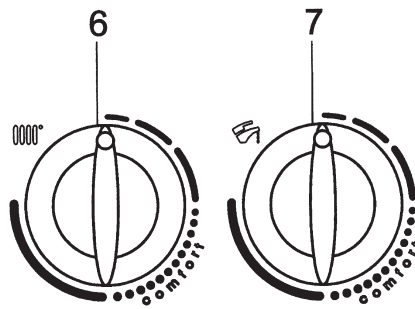

Fig. 22A
- 1) Turn the control knob 6 (figure 1) fully anti-clockwise to it minimum value as shown in figure 22A.
- 1) tourner le bouton 6 (figure 1) dans le sens inverse des aiguilles d'une montre et les mettre sur la valeur minimum comme le montre la figure 22A;
- 4.1) If there is no manual exit as described in point 4, after 5 minutes approx the “view parameters” function will be interrupted automatically. When automatic exit is tripped, the letter “d” will be displayed, alternating with the boiler flow temperature value. The display remains in this state until such time as the position of the knob 6 (figure 22A) is changed, or until the boiler is disconnected from the power supply.
- 4.1) Si la sortie manuelle décrite au point 4 n’est pas effectuée, la fonction “affichage paramètres” est interrompue automatiquement au bout de 5 minutes. Lorsque la sortie automatique a lieu, l’afficheur visualise la lettre “d” en alternance avec la valeur de la température d’amenée. Ce message reste affiché jusqu’à ce que l’on déplace la manette 6 (figure 22A) ou si l’on coupe l’alimentation électrique de la chaudière.